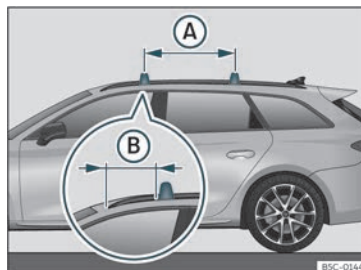

Fig. 125 Pontos de fixação das barras longitudinais para a bagageira do tejadilho.
As barras transversais montam-se nas barras laterais do tejadilho»» Fig. 125. A distância entre barras transversais (A) deverá ser 75 cm e a distância da barra transversal dianteira com o suporte dianteiro da barras lateral do tejadilho (B) deverá ser de 30 cm.